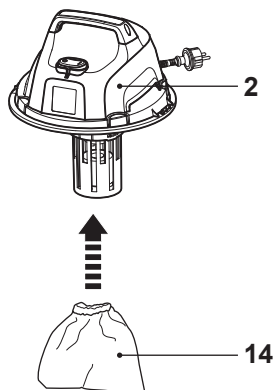

Fig. 7
- > Monte el filtro de polvo (14) en la unidad del motor (2) (Fig. 7). Asegúrese de que el filtro encaja bien en su posición.